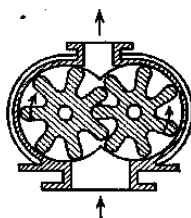

Рис. 5 Шестеренный насос
33. Определить производительность шестеренного насоса (рис. 5) по следующим данным: частота вращения 650 об/мин , число зубьев на шестерне 12 , ширина зуба 30 мм , площадь сечения зуба, ограниченная внешней окружностью соседней шестерни, $7,85 \text{ см}^2$, коэффициент подачи $0,7$.